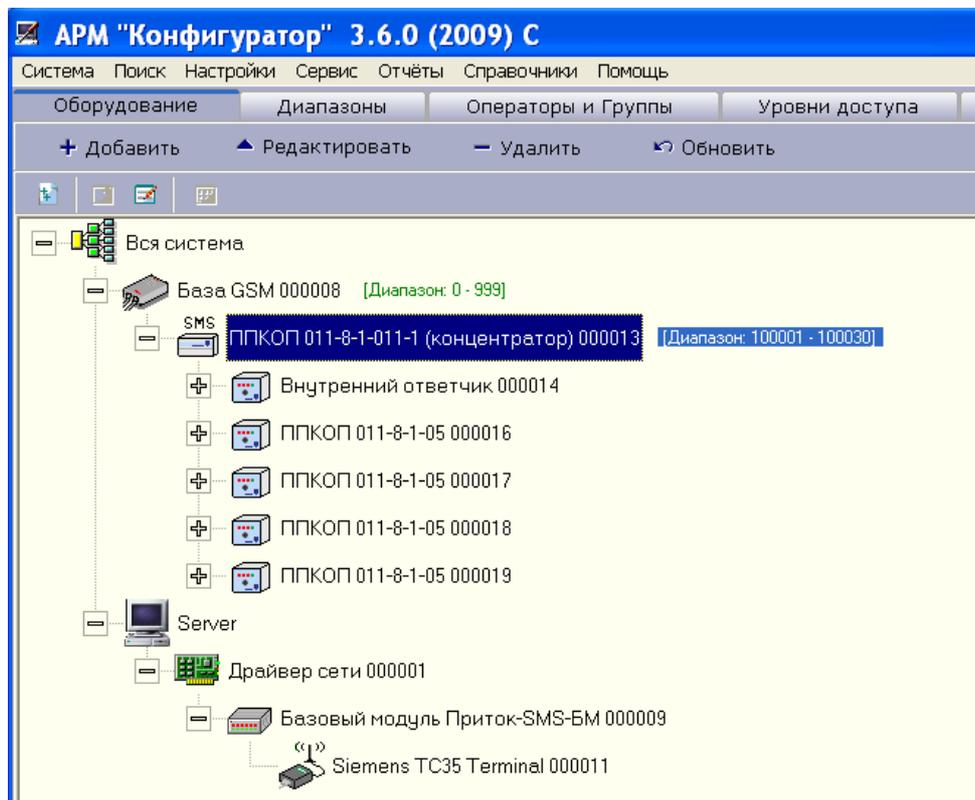

Рисунок 14 Конфигурация с концентратором ППКОП-011-1-8-1-011-2.
При использовании в качестве объектового оборудования концентратора ППКОП 011-8-1-011-2 Приток-А-4(8) ЛИПГ.425212.001-011-2 версия ПО рт11.61 дерево конфигурации будет выглядеть, как показано на рис. 14. К концентратору ППКОП 011-8-1-011-2 можно подключить от 1 до 29 ППКОП 011-8-1-05 Приток-А-4(8).